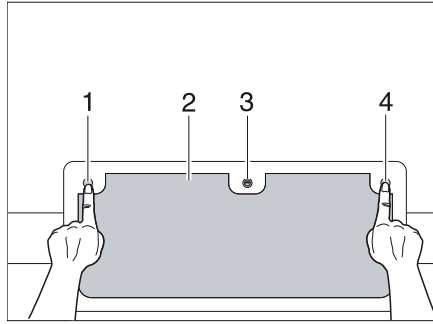

Fig. 35 Serrure de portillon avec boutons, fermée
- Insérer la clé dans le barillet (Fig. 35,3) et la tourner d'un quart de tour.
- Enfoncer les trois boutons-poussoirs (Fig. 35,1, 3 et 4).
- Fermer entièrement le portillon extérieur (Fig. 35,2), jusqu'à ce qu'il se verrouille de manière audible.
- Insérer la clé dans le barillet (Fig. 35,3) et la tourner d'un quart de tour. La serrure est verrouillée.